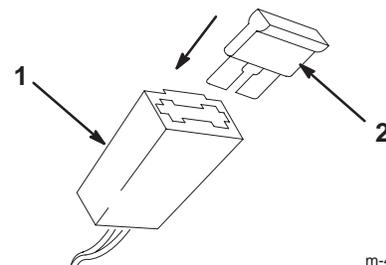

Figure 9
2. Placez le fusible dans le porte-fusible comme indiqué dans la Figure 9.